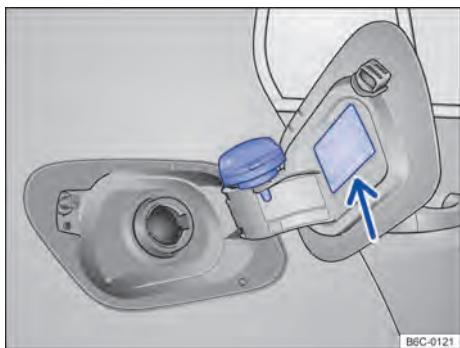

Fig. 158 Portinhola do tanque de combustível aberta com a tampa do tanque de combustível pendurada.
- Remover a tampa do tanque girando-a no sentido anti-horário e encaixá-la no suporte na portinhola do tanque → **Fig. 158**.